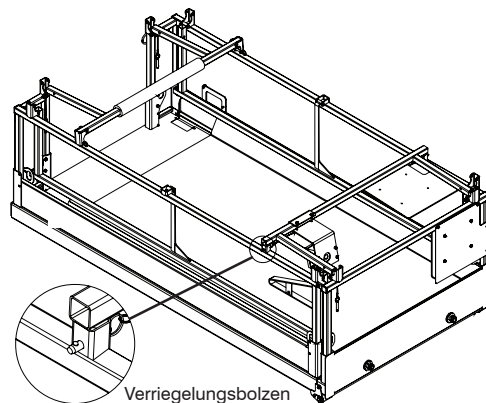

Abbildung 2-16b. Alle Schutzgeländer zusammengeklappt
7. Mit dem Verriegelungsbolzen am Montagepfosten befestigen (siehe Abbildung 2-16b). Sicherstellen, dass die Arretierkugel des Bolzens vollständig durchgesteckt ist.
5. Jedes Geländer mit den Verriegelungsbolzen sichern. Dabei ist sicherzustellen, dass die Arretierkugeln der einzelnen Bolzen vollständig durchgesteckt sind. Siehe Abbildung 2-16b.